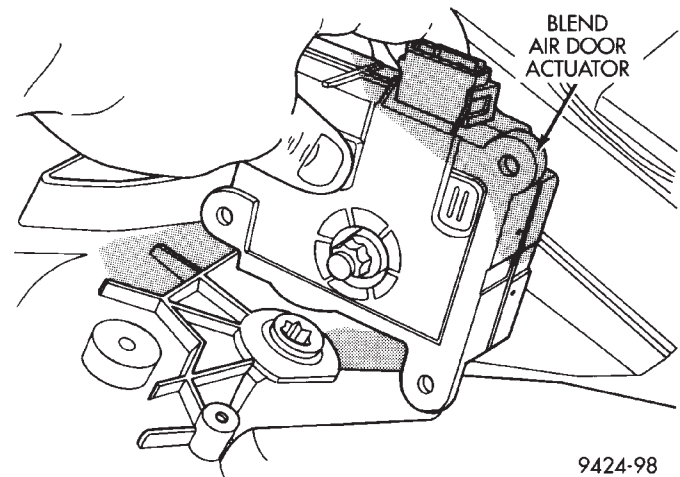

Fig. 94 Blend-Air Door Actuator
(22) Install blend-air door actuator (Fig. 94).